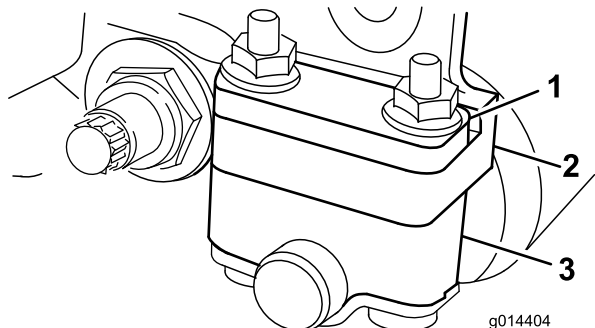

図 3
- ・ 刈高 1.6 mm～6.4 mm で使用する場合：スパーサをサイドプレート取り付けフランジの上にセットする（出荷時の設定）（図 3）。